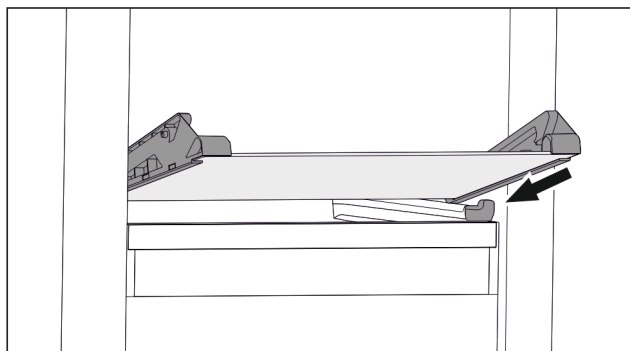

Fig. 36 Skleněná deska odklápěcí zásuvky
- ▶ Nasadte skleněnou desku šikmo za zarážky. (viz Fig. 36)